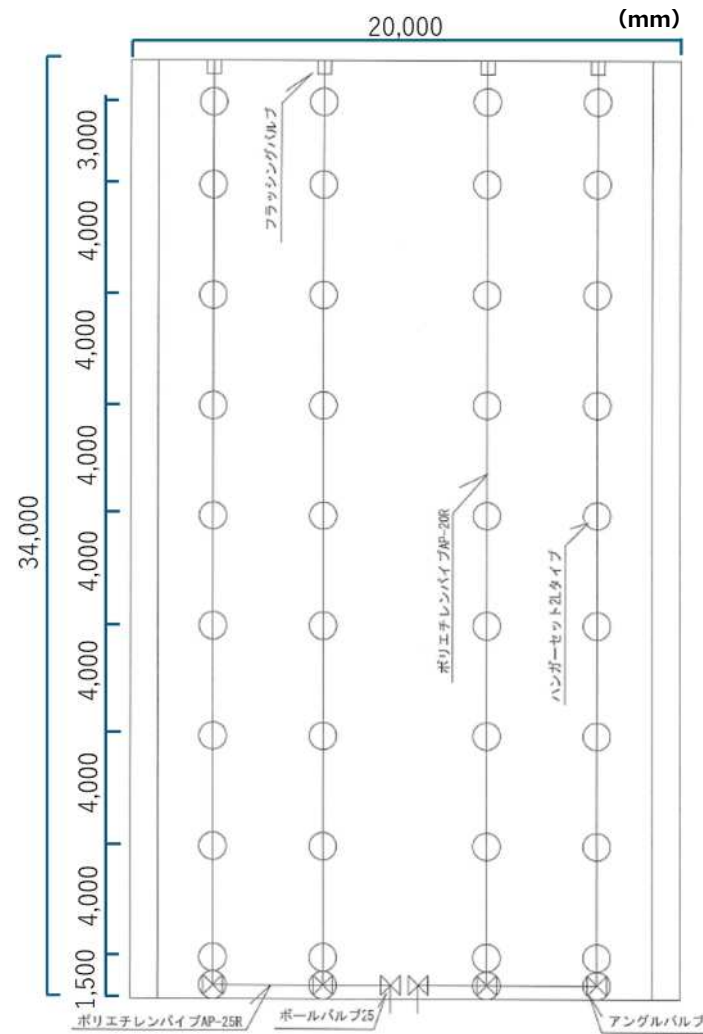

図3 A 圃場かん水工事
- ・ 棚面にスプリンクラーを図3のとおり、約3～4m間隔で設置する。灌水の動力は動噴とし、南側に接続口を設置する。